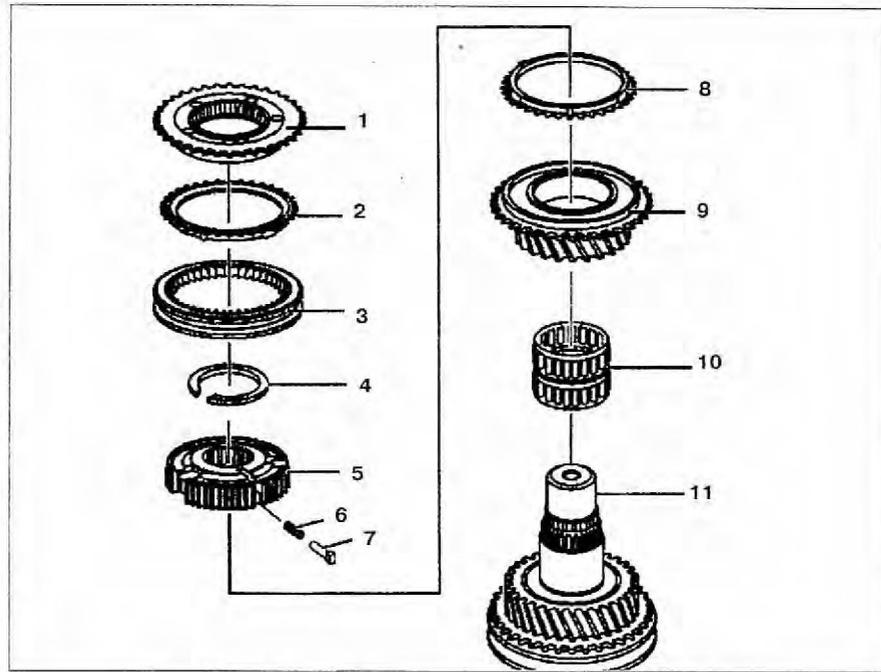

Рис. 4.71. Снятие и установка шестерни 5-й передачи:
1. Снимите конусное кольцо **1** и кольцо синхронизатора **2** 6-й передачи с вторичного вала **11** (рис. 4.71).